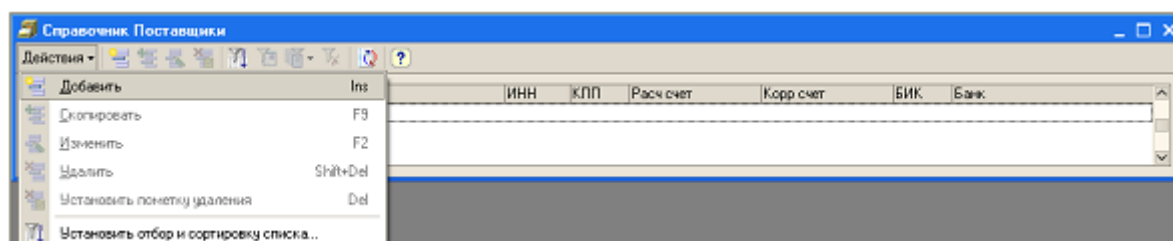

Рис. 19
- в списке окна диалога выберите справочник **Поставщики** и щелкните на кнопке **ОК**, откроется окно диалога **Справочник Поставщики** (рис.19). Пока справочник **Поставщики** пуст.